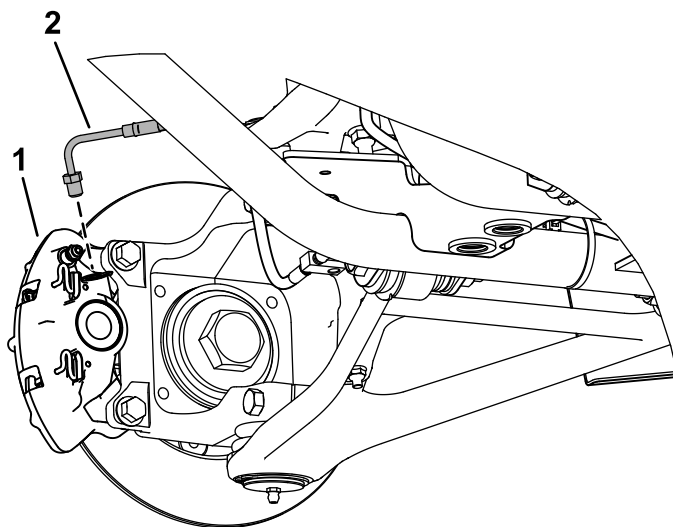

Figura 3
3. Rimuovete le tubazioni del freno anteriore e posteriore dal gruppo delle pinze del freno (Figura 3).